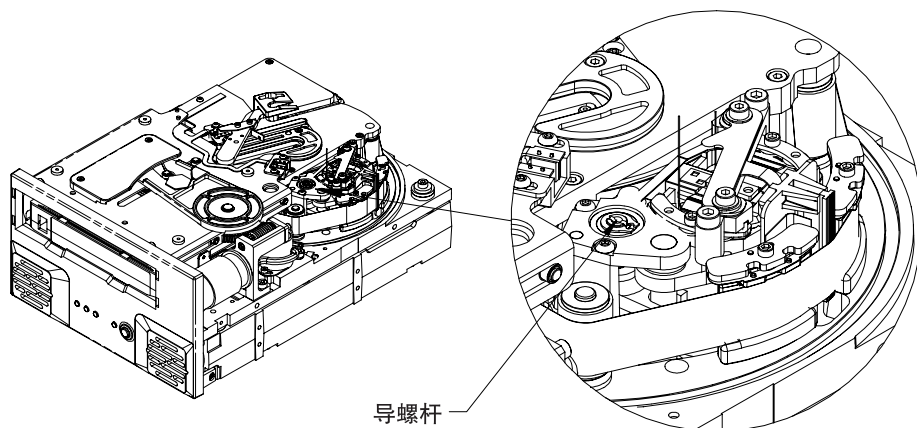

图 19. Viper 200 驱动器中的导螺杆 (磁带已卷绕在卷轴上)
1. 使用平口螺丝刀沿顺时针方向旋转导螺杆 (如图 19 所示), 确保将磁头组件调节到较低位置处。此步骤非常必要, 因为它确保导臂向盒式磁带移回时不会触碰到磁头组件。